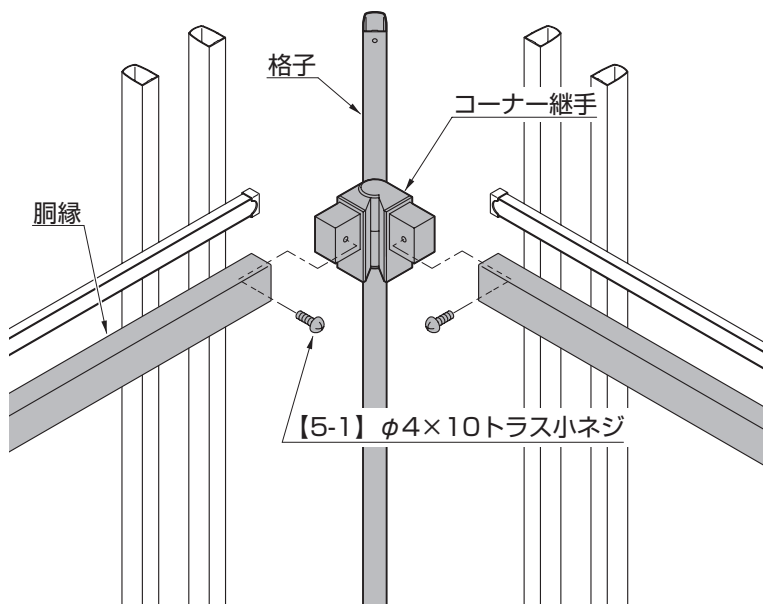

図5-3 コーナー継手の取付け
- ② コーナー継手を【5-1】で上下胴縁に取り付けてください。（図5-3参照）
- ③ 取付けた格子の角度を調節後、【5-2】を、しっかりと締めてください。